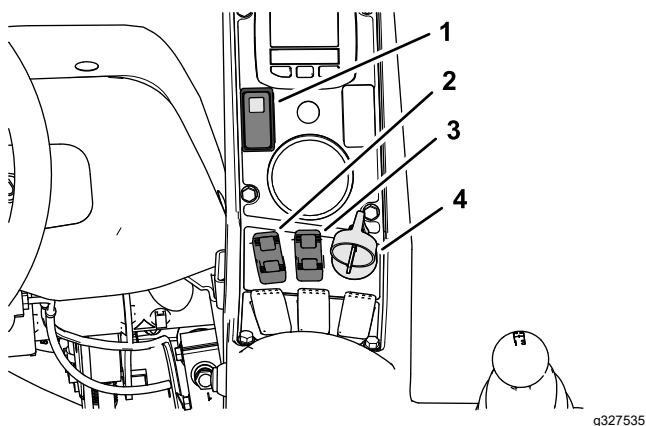
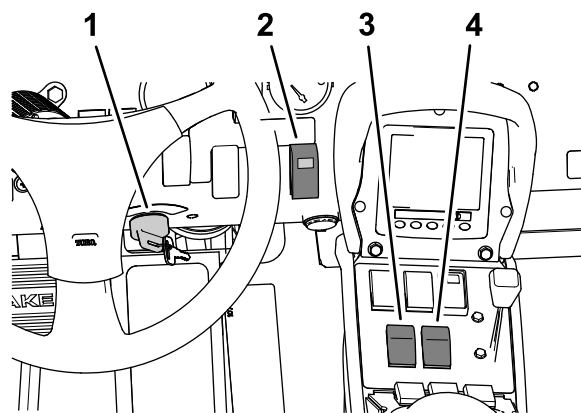
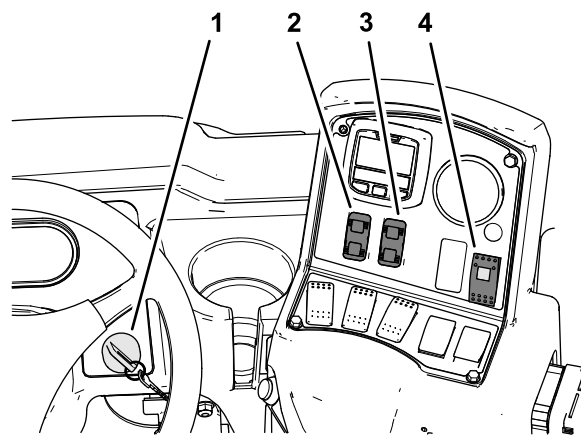

Рисунок 41
Рисунок 42
Рисунок 43
4. Нажмите переключатель стрелы с ультразвуковым выравниванием в положение Он (Вкл.) (Рисунок 41, Рисунок 42 или Рисунок 43).